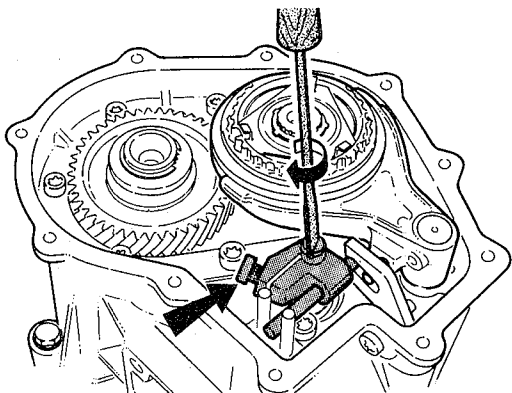

fig. 105
- Girar o parafuso do mecanismo seletor da 5a. com uma chave de fenda, no sentido horário, até o fim do seu curso (fig. 105);
- Travar o mecanismo seletor nesta posição, instalando e apertando o parafuso trava ao torque especificado (fig. 105).